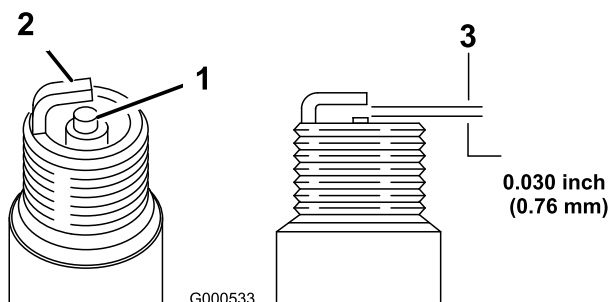

Figure 26
8. Avec les doigts, appliquez de l'huile sur le joint du filtre neuf (Figure 26).
5. Réglez l'écartement des électrodes à 0,76 mm (0,030 po); voir Figure 26.